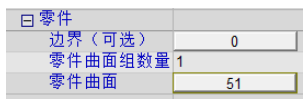

图 3-144 “零件”选项（2）
- 单击鼠标中键完成曲面选择，返回程序对话框，在“零件曲面”上将显示所选曲面数量为“51”，如图 3-144 所示。